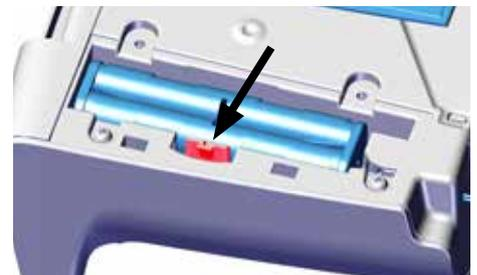

Abb. 2
- ⇒ Halteklemme (Abb. 2) zur Seite drücken und Akkuhalter herausnehmen.